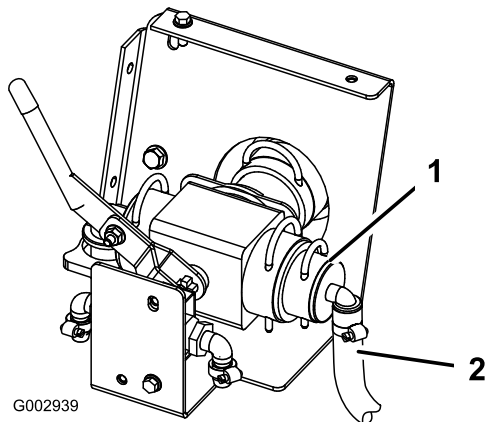

Bild 33
21. Schließen Sie den 3/4 Zoll Schlauch an das Steuerventil an, das zur Fahrzeugvorderseite zeigt (Bild 33).